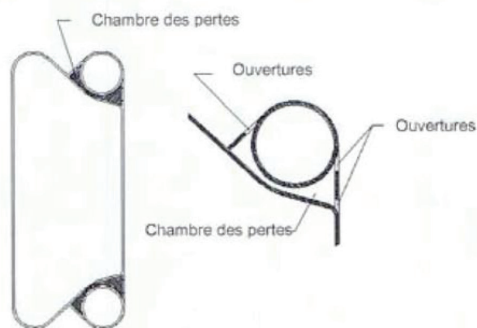

Figure 1.6 Chambre au coin isolée pour la perte de fluide
- Tous les joints ont un sécurité qui empêche la perte de fluide ou le mélange entre les fluides. Le port isolé a une chambre pour la perte du fluide qui a des ouvertures à l'atmosphère (voir la figure 1.6)